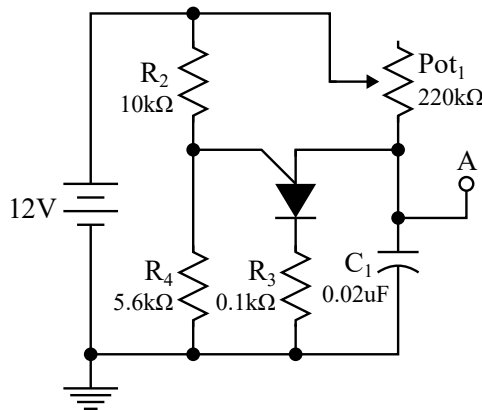

Fig. 6.1
1. Simula el circuito de la Fig. 6.1. Anota la magnitud del potenciómetro al momento de que se generan las primeras rampas en el punto A.
1. Arma el circuito de la Fig. 6.1. Conecta el canal 1 (CH1) del osciloscopio en el punto A. Gira el potenciómetro hasta obtener una señal rampa. Anota los valores que se te piden en la Tabla 6.1.